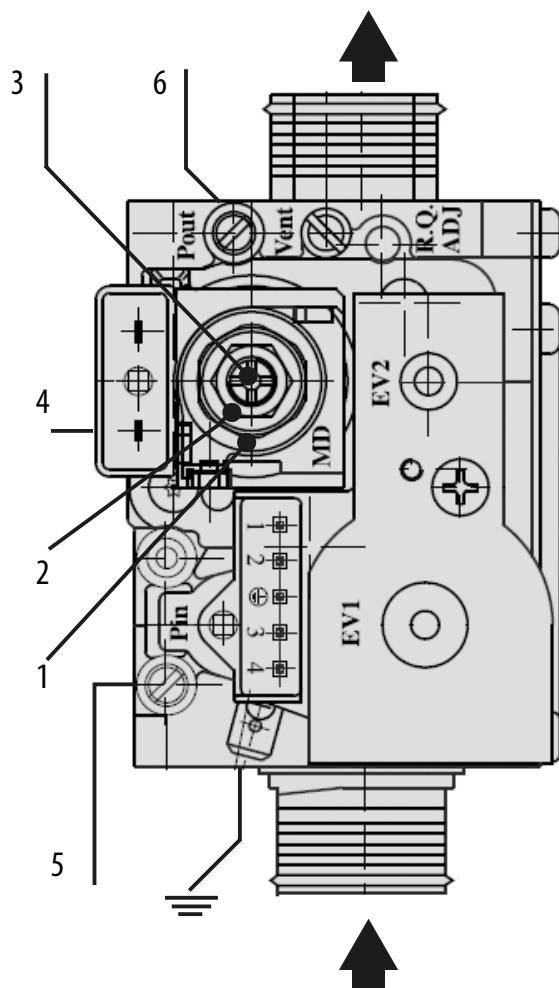

Рис. 18. Газовый клапан.
- Подключите газовый манометр к штуцеру замера давления газа «6» на выходе из газового клапана (см. рис. 18).
- Отсоедините один из проводов с клеммы модулирующей катушки газового клапана (поз. 4 – рис. 18).
2. Откройте крышку D (см. рис. 18);